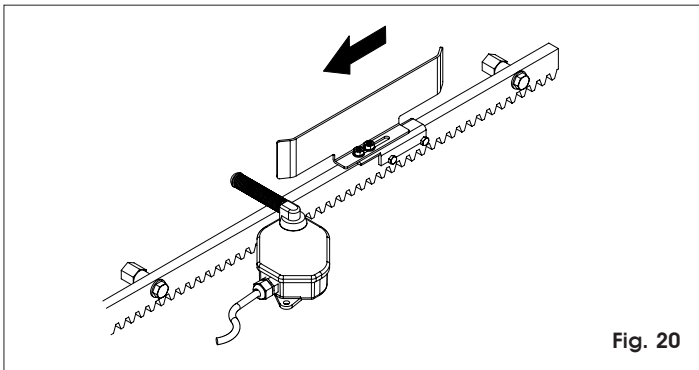

Fig. 20
- 7) Haga deslizar la lámina sobre la cremallera en el sentido de cierre (Fig.20).